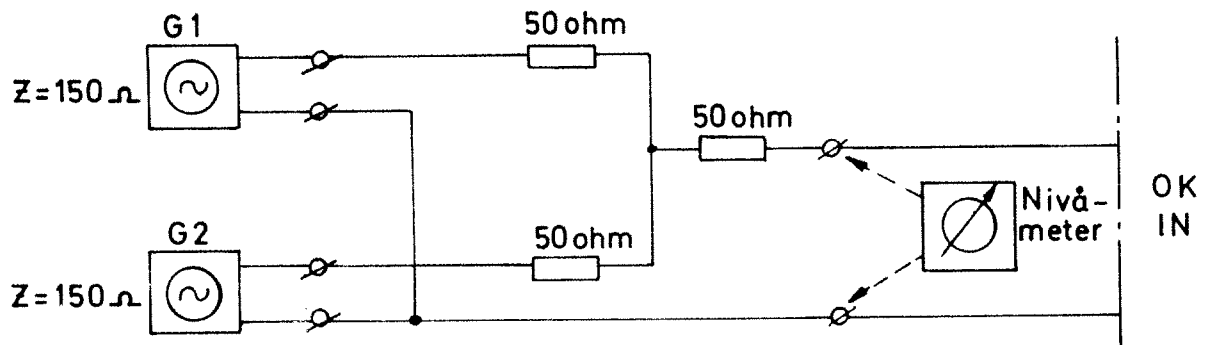

Bild 2
- Anslut två oscillatorer till aktuell jack i sändarens OK-stativ. Uppkoppling sker enligt bild 2. Nivåerna från generatoren G1 och generatoren G2 uppmäts höghörsligt selektivt på radiolänkutrustningens OK-stativ OK-IN. Nivåerna ska vara enligt tabell 2.